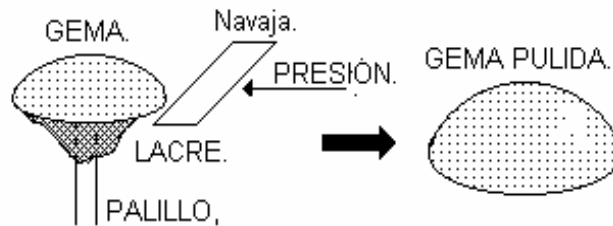

Figura 24: Terminado de la piedra.
9.- Se separa la roca del *lacre*, esto se realiza con una navaja, haciendo algo de presión con la navaja entre la *base* y el *lacre*, esto separa la gema, después con una lija de agua se retira el resto del *lacre*, por ultimo la gema se lava y se termina el proceso de lapidación (**Figura 24**).